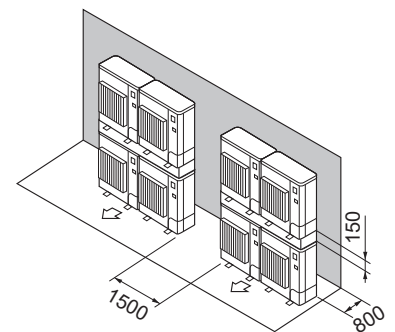

Abb. 2-15
- ⑦ Anlagen in gestapelter Anordnung (Abb. 2-15)